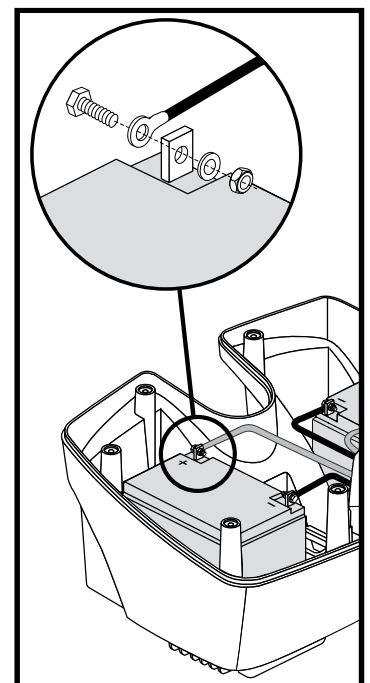

Abb. 21. Trennen des Batteriekabels bei einem 17-22 Ah Batteriegehäuse
**HINWEIS:** Bei manchen Batterien müssen zum Trennen des Kabels vom Batterieanschluss eine Mutter und eine Schraube entfernt werden. Siehe Abb. 21.